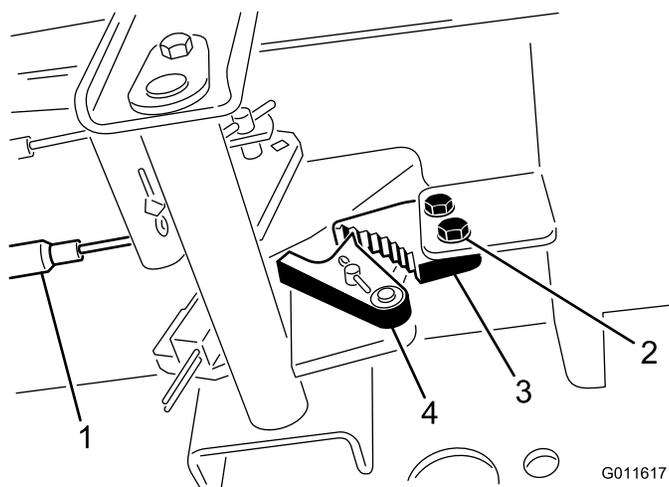

Figura 75
1. Solte os 2 parafusos que prendem a lingueta do travão de mão à estrutura (Figura 75).
2. Carregue no pedal do travão para a frente até o detentor do travão engatar completamente na lingueta do travão (Figura 75).